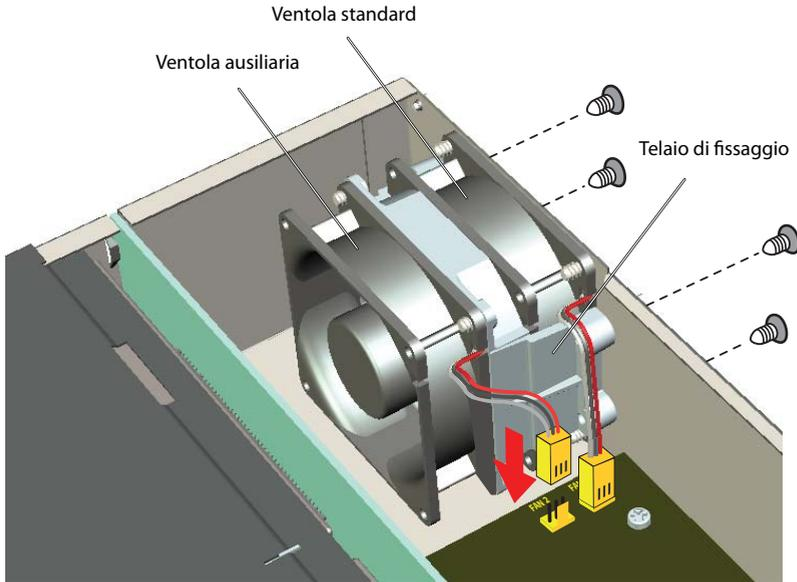

Fig. 19 Montaggio della ventola ausiliaria in Mitel 470
4. Con le 4 viti fornite in dotazione montare il telaio di fissaggio con ventola ausiliaria sulla parete posteriore del server di comunicazione (vedi Fig. 19)